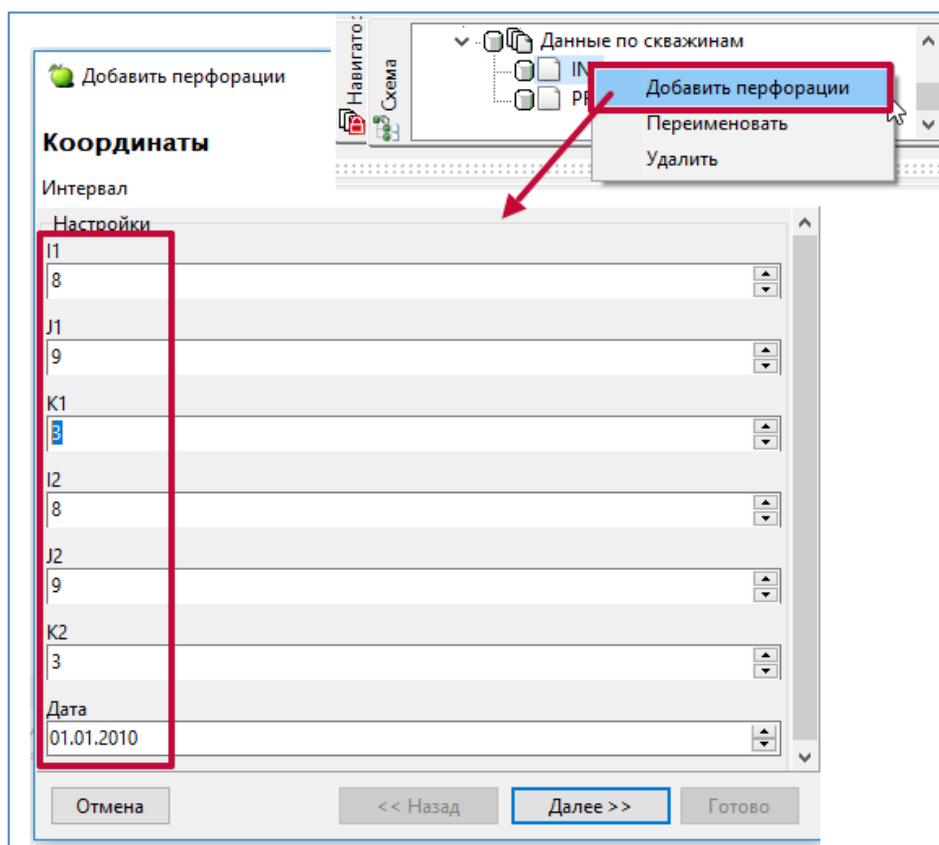

Рисунок 26. Добавление перфораций в окне «Схема»
- 1) нажав ПКМ по названию скважины в окне «Схема», выбрать пункт «Добавить перфорации». В открывшемся окне ввести номера слоёв K1 и K2, если скважина вертикальная, и I1, I2, J1, J2, K1 и K2, если горизонтальная. Также необходимо выбрать дату открытия перфораций (Рисунок 26).